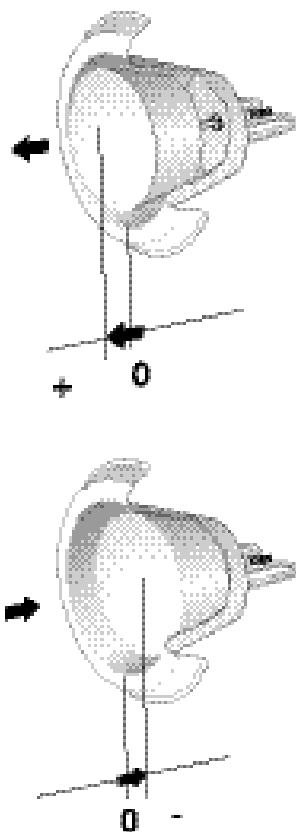

Рис. 2. Наладка
Внутренний конус вращается по часовой стрелке для увеличения перепада давления и против часовой стрелки для его уменьшения. Положение конуса фиксируется стопорной гайкой, расположенной на задней части диффузора. Наладка диффузора по давлению осуществляется с использованием т.наз. «измерительного колена». Значение манометра пересчитывается в значение расхода воздуха с помощью специальной формулы и К-фактора, указанного на паспортной табличке диффузора либо на нашем сайте в Интернете. Наладка может производиться также по расходу воздуха с использованием соответствующих измерительных приборов. См. рис. 2 и 3.
- ▶ Коэффициент корректировки  $K_{ок}$  действителен для нулевой точки конуса, см. рис.2.